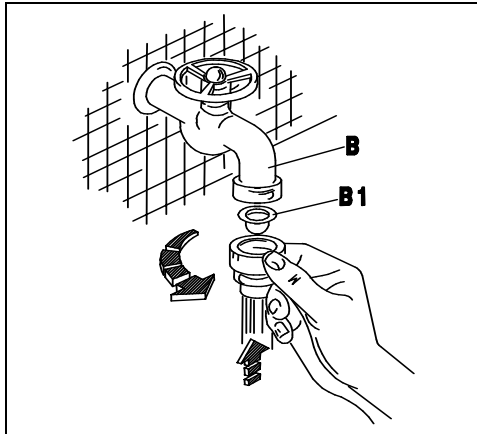
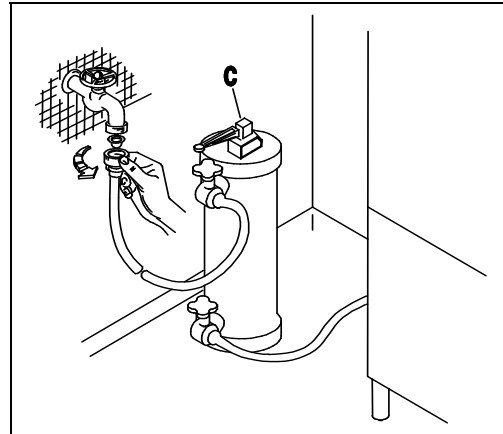
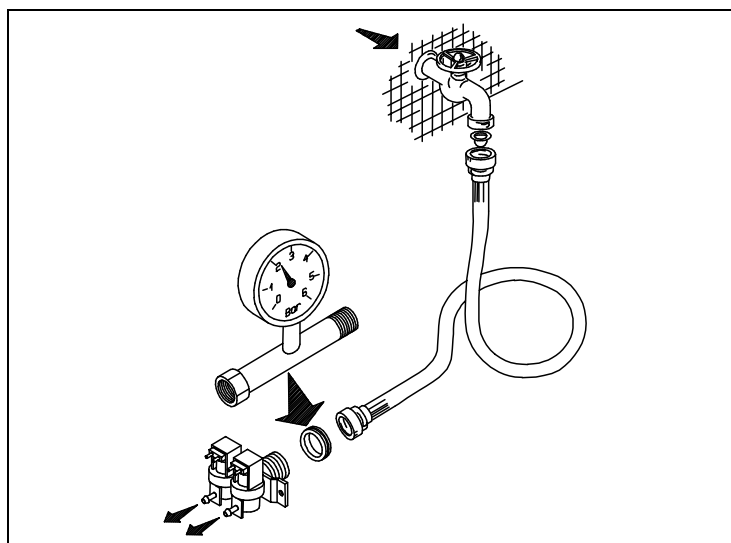
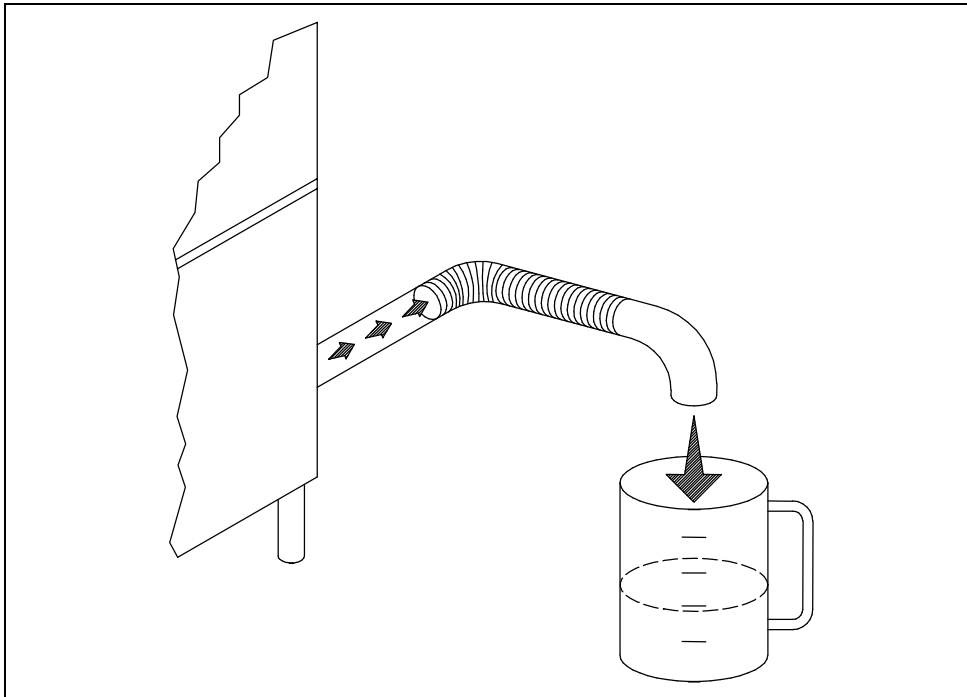

Fig. 2-2
Fig. 2-3
Fig. 2-4
Fig. 2-5
- L'apparecchio è previsto per l'allacciamento all'acqua fredda o calda (max 50 ÷ 55 °C), con una pressione a valvola aperta come indicato nella Tab. 2-1. In caso di pressione superiore alla massima consigliata, bisogna installare un riduttore di pressione. In caso di pressione inferiore alla minima consigliata, bisogna installare una pompa di aumento pressione di max 0.5 Hp, con una portata di 20 L/min ed una prevalenza di 15÷20 mt.. Il controllo della pressione deve essere effettuato all'ingresso dell'elettrovalvola (ved. fig.2-4). La condotta dell'acqua deve avere un diametro interno di almeno 16/18 mm (ved.fig.2-5). Collegare il tubo di carico acqua dell'apparecchio ad un rubinetto d'intercettazione (B),posto preferibilmente nelle immediate vicinanze dell'apparecchio, interponendo l'apposito filtro in dotazione (B1) (ved. fig.2-2). Si consiglia l'installazione di un decalcificatore (C) (non in dotazione), montato a monte dell' elettrovalvola della macchina (ved. fig.2-3).
- The appliance is designed for connection to the cold or hot water supply (max. 50-55°C) at a mains pressure with the valve open as shown in Table 2-1 and a minimum output of 10 litres/min. If pressure exceeds the maximum, fit a pressure reducer. If pressure is lower than the minimum, fit a pressure booster pump of max. 0.5 HP, with an output of 20 litres/min. and a head of 15-20 metres. Pressure must be measured at the solenoid valve inlet (see fig. 2-4). The water pipes must have an internal diameter of at least 16/18 mm (see fig. 2-5). Connect the appliance water supply pipe to a cut-out tap (B), preferably placed close to the appliance, fitting the special filter provided (B1) (see fig. 2-2). We recommend fitting a water softener (C) (not provided) upstream from the machine solenoid valve (see fig. 2-3).
- Das Gerät ist für den Anschluss an Warm-und Kaltwasser (max. 50-55°C) vorgesehen, wobei der Druck bei offenem Ventil dem in Tab. 2-1. Bei höherem Druck als dem empfohlenen einen Druckminderer installieren. Bei niedrigeren Druck als empfohlen eine Druckerhöhungspumpe mit max. 0,5 PS , einer Förderleistung von 20l/min und einer Förderhöhe von 15-20m installieren. Die Druckkontrolle muss am Eingang des Elektroventils erfolgen (siehe Bild 2-4). Die Wasserleitung muss einen Innendurchmesser von mindestens 16/18 mm aufweisen (siehe Bild 2-5). Den Zulaufschlauch des Gerätes an einen möglichst nahegelegenen Wasserhahn (B) anschliessen und den vorgesehenen Filter (B1) anbringen (siehe Bild 2-2). Der Einbau eines Etkalkers (C) wird empfohlen; dieser gehört nicht zur Ausstattung und muss vor dem Elektroventil der Maschine eingebaut werden. (siehe Bild 2-3).
- L'appareil peut être raccordé à l'eau froide ou chaude (50:55°C max) à une pression, soupape ouverte, comme indiqué dans le tableau 2-1. Si la pression dépasse la pression maximum conseillée, il faut installer un réducteur de pression. Si la pression est inférieure à la pression minimum conseillée, il faut installer une pompe pour faire augmenter la pression de 0,5 Hp max., à un débit de 20 litres /min et à une hauteur d'élévation de 15-20 m. Le contrôle de la pression sera effectué à l'entrée de l'électrovanne (voir fig. 2-4). Les conduites d'eau auront un diamètre interne d'au moins 16/18 mm (voir fig. 2-5). Raccorder la conduite d'arrivée de l'eau de l'appareil à un robinet secondaire (B), installé si possible tout près de l'appareil, après avoir intercalé le filtre spécial fourni (B1) (voir fig. 2-2). Nous conseillons d'installer un adoucisseur (C) (non fourni) qui sera monté en amont de l'électrovanne de la machine (voir fig. 2-3).
- Este aparato se puede alimentar con agua caliente o fría (máx. 50 ÷ 55°C); la presión del agua con válvula abierta está indicada en la tabla 2-1. En caso de que la presión fuera superior a la máxima que se aconseja, instale un reductor de presión; si fuera demasiado baja, instale una bomba de aumento de presión de 0,5 Hp (máximo), con un caudal de 20 litros por minuto y una altura de elevación de 15 a 20 m. El control de la presión se debe efectuar en la entrada de la electroválvula (véase fig. 2-4). La tubería del agua debe tener un diámetro interior de 16-18 m. por lo menos (véase fig. 2-5). Conecte el tubo de alimentación del agua del aparato a un grifo de paso (B), que irá montado preferentemente muy cerca del aparato, tras interponer el filtro (B1) del equipamiento base (véase fig. 2-2). Es aconsejable instalar un descalcificador (C) (que no forma parte del equipamiento base). El descalcificador irá montado antes de la electroválvula de la máquina (véase fig. 2-3).